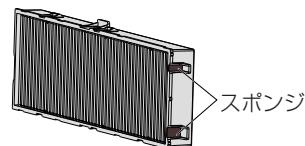

図2
- プロジェクター本体への取り付けの際に、エアフィルタユニットの短辺側の端面にあるスポンジ (図2) が外れないようにご注意ください。